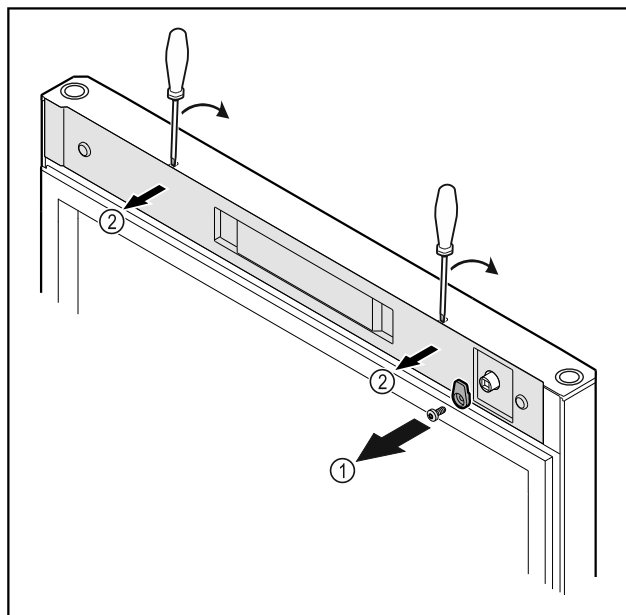

Fig. 7
- Svitare i ganci di chiusura Fig. 7 (1).
- Disinnestare la copertura Fig. 7 (2) con l'ausilio di un piccolo cacciavite e rimuoverla.